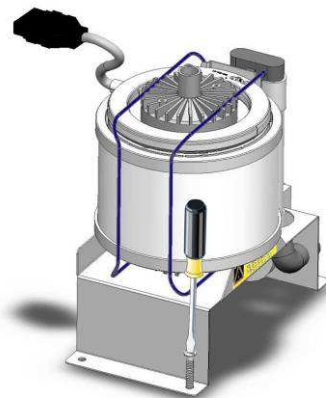

Fig. 17
2. Fixez l'humidificateur au niveau de la cellule ou sur une base, en insérant les vis de fixation dans les 4 trous de la base de support (fig. 17).